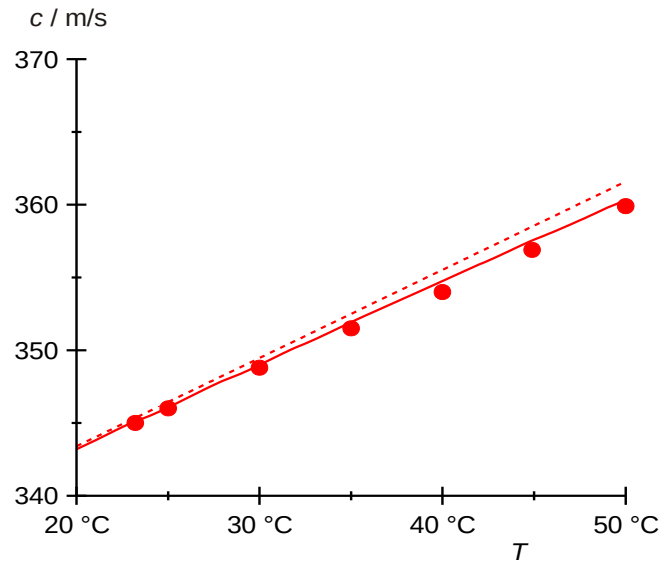

Fig. 4: Schallgeschwindigkeit c in Luft in Abhängigkeit von der Temperatur T .
- Die Schallgeschwindigkeiten c gegen die Temperaturen T in einem Diagramm auftragen (Fig. 4).
gemäß Gleichung (3) und gemäß Gleichung (5) berechnen, und die Werte in das $c(T)$ -Diagramm (Fig. 4) eintragen.